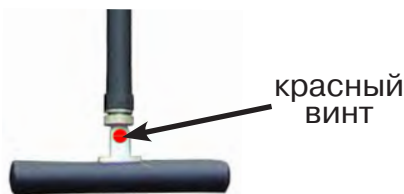

Рис. 8.4
По направлению «стрелки» можно отличить «свой» сигнал от «чужого», поскольку направление тока в «своей» коммуникации противоположно «перенаведенным» токам, протекающим по «чужим» коммуникациям. Направление сигнала - вперед (↑) является условным понятием и «назначается» оператором для данного положения датчика относительно данной трассы, которое фиксируется оператором по метке в виде красного винта (рис. 8.4), расположенной на одной из сторон датчика ЭМД-247.
4. «Назначение» производится нажатием кнопки **f** при расположении датчика точно над «выделенной» коммуникацией, считающейся «своей». После этого указатель направления сигнала приобретает вид - (↓). При переходе на «чужую» коммуникацию с другим «направлением сигнала» (или при изменении положения датчика на «обратное») прозвучит уведомление и стрелка покажет «направление сигнала - назад (↓)» (рис. 8.4)